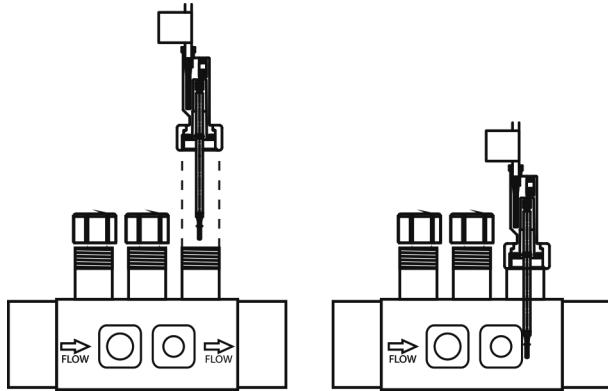

Fig. 10b
2. Instalar el detector de flujo (interruptor flujo) suministrado siempre de forma vertical en el porta-sondas suministrados con el equipo (Fig. 10b).